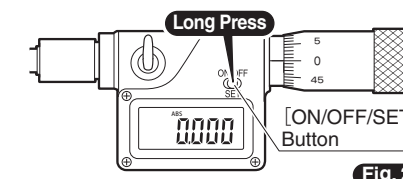
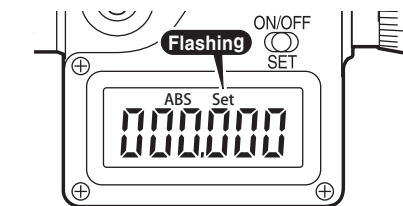

Fig. 2
Fig. 3
3. Press and hold the [ON/OFF/SET] Button as shown in until "Set" flashes on the Display. Instrument is now in the mode for setting the Zero-Point. **Fig. 2 Fig. 3**
- ③ON/OFF/SETボタンを長押しすると、『Set』が点滅し、原点設定モードになります。 **【図2】 【図3】**
【図2】
【図3】